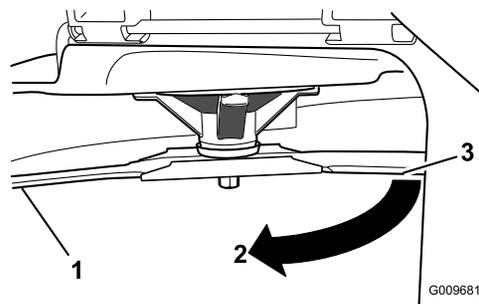

Figura 50
- Gire la misma cuchilla 180 grados de manera que el otro extremo esté en la misma posición (Figura 50).